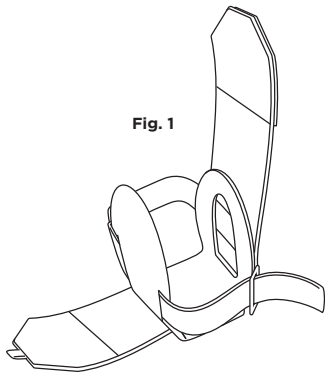

Fig. 1
1. Undo the hook and loop straps and open the Tape Measure Trap. [fig. 1]
1. Desabroche las correas de gancho y lazo y abra el anclaje para flexómetro [fig. 1].
1. Défaites le crochet et les sangles de boucle et ouvrez le Trap pour à ruban. [fig. 1]